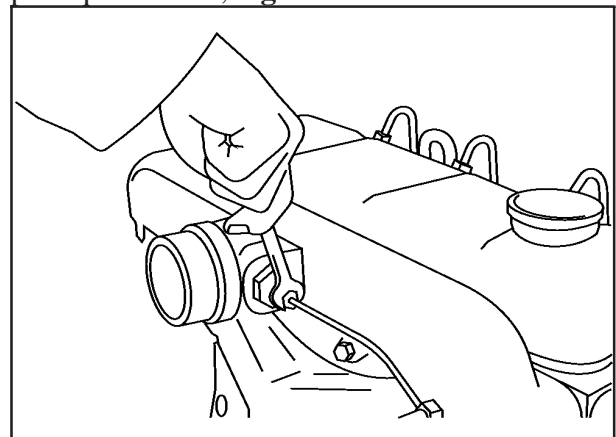

FIG 18
5. Afrouxe a porca do tubo na vela de pré-aquecimento, **Fig. 18.**